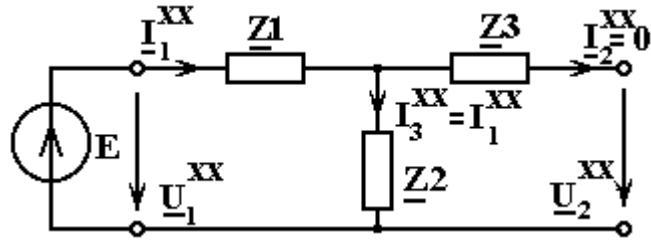

Рис.5.4
2.1. Схема четырехполюсника в режиме холостого хода (рис.5.4)
2.3. Токи и напряжения в схеме (рис.5.4)